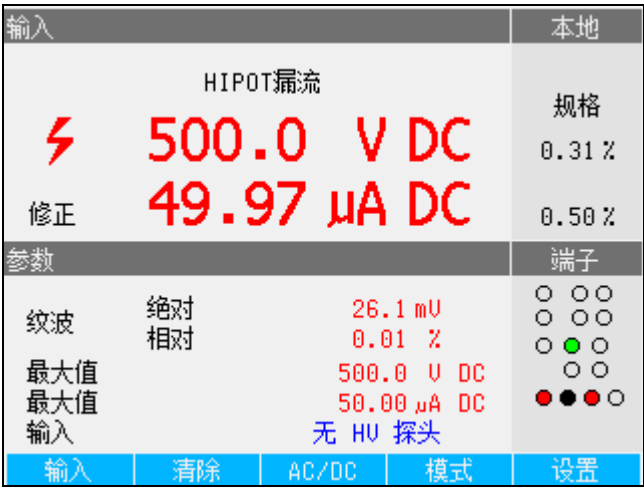

图 21.纹波电流
HIPOT LC 功能适合验证 HIPOT 测试仪。本产品使用 5322A LOAD 设备和内置电表测量由 HIPOT 测试仪 (DUT) 提供的测试电压以及漏电流。最大测量电压和电流保留在屏幕上，直到按下清除功能键或更改主功能。请参见图 21 和 23。
- 3. 如有必要，请按**交/直流**功能键选择交流或直流模式。参见图 21。